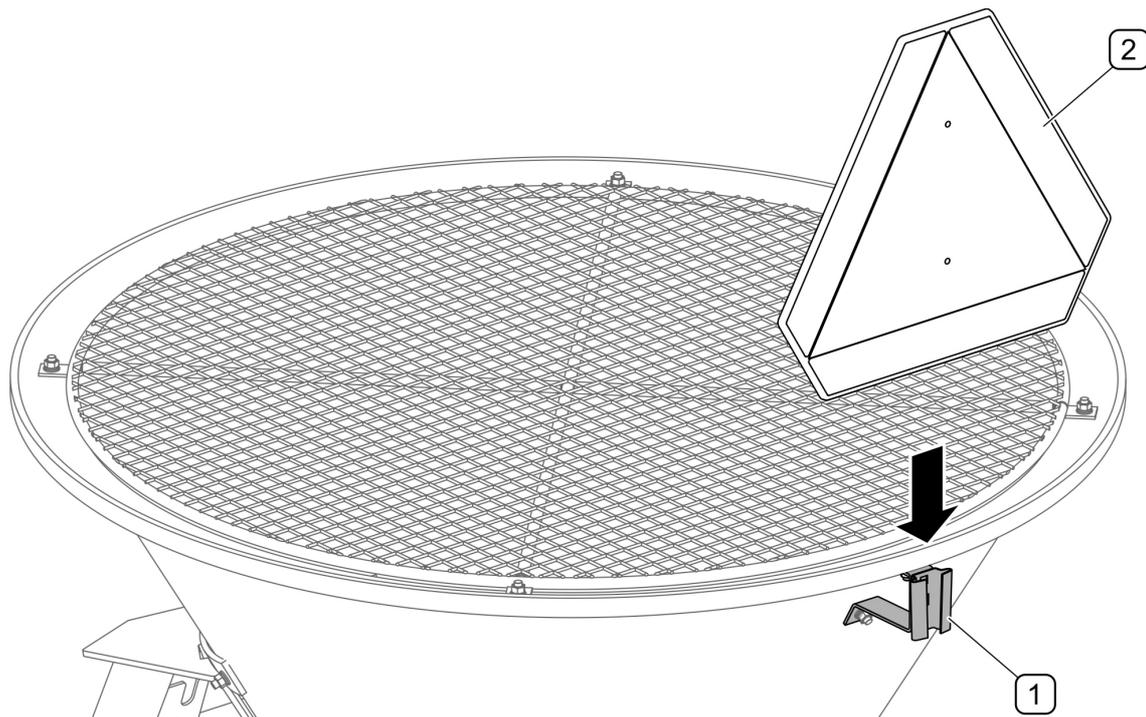

Abb. 4.8 Halterung der Kennzeichnungstafel
- Bei der Fahrt auf öffentlichen Straßen muss auf der Rückseite der Maschine das Warnschild (2) für Kennzeichnungstafel für bauartbedingt langsam fahrende Fahrzeuge (Abb. 4.8) befestigt werden.